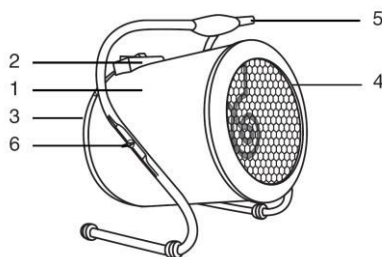

Рис.1 Устройство тепловентиляторов МЕН 300R, МЕН 500R, МЕН 900R
Несущая конструкция тепловентилятора (см. рис.1) состоит из кожухов наружного (1) и внутреннего, изготовленных из листовой стали и имеющих цилиндрическую форму. Во внутреннем кожухе размещены вентилятор и трубчатые электронагревательные элементы. Снаружи кожуха расположен корпус блока управления (2). Кожух наружный, закрытый воздухозаборной (3) и воздуховыпускной (4) решетками, винтами устанавливается к ручке подставке (5) и имеет возможность поворота в вертикальной плоскости. Угол поворота фиксируется гайками (6). Вентилятор затягивает воздух через отверстия воздухозаборной решетки. Воздушный поток, втянутый вентилятором в корпус, проходя между петлями трубчатых электронагревательных элементов, нагревается и подается в помещение через отверстия воздуховыпускной решетки.